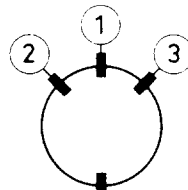

Fig. 4c
5. Placer l'ailette ④ selon la Fig. 4c ou 5c et presser fortement la partie collante.